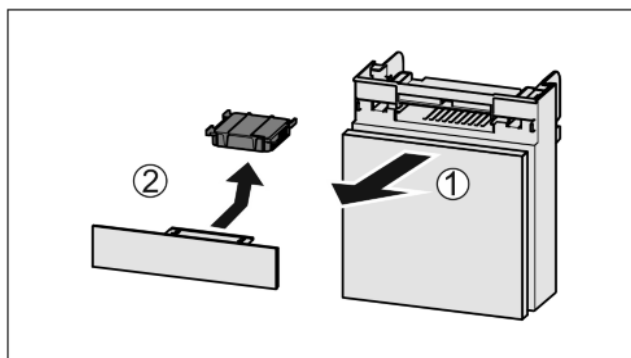

Fig. 36
- Lade vanaf de voorkant eruit trekken Fig. 36 (1).
- Actiefkoolfilter verwijderen Fig. 36 (2).